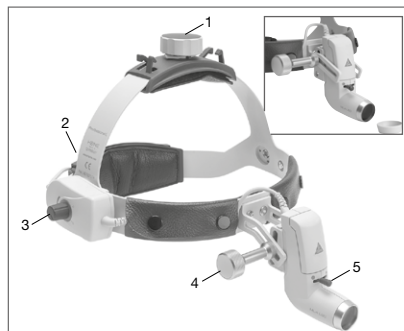

Fig. 2 Bandeau Professional L
Réglage du bandeau **Professional L** (voir Fig. 2) : Pour modifier la taille du bandeau, tourner les molettes en haut (1) et à l'arrière (2) pour élargir ou diminuer le tour de tête.